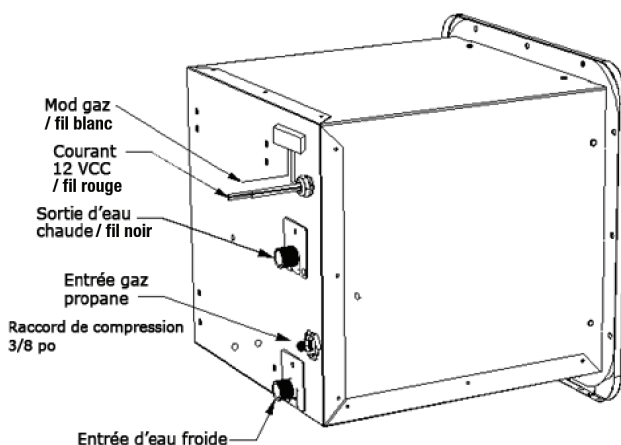

Figure 2
Insérer partiellement le chauffe-eau dans l'ouverture et raccorder les conduites d'eau chaude et froide aux raccords 1/2 po NPT appropriés. Les raccordements peuvent être faits à l'aide d'adaptateurs à écrou tournant PEX à filetage droit NPS et d'un joint étanche à cône. Les écrous tournants PEX ne requièrent qu'un serrage à la main. (Figure 2, page 26).
Raccorder le gaz au raccord à compression de gaz propane liquide de 3/8 po à l'arrière du chauffe-eau (Figure 2). **Utiliser deux clés pour serrer le raccord à compression et prévenir les dommages à l'unité.** Utiliser du calfeutrage supplémentaire au besoin pour créer un joint permanent entre la conduite de gaz et le boîtier.
- La longueur des fils externes, ceux qui s'étendent au-delà de la bride de cordon à l'arrière du boîtier (Figure 2), NE doit PAS être raccourcie pour aucune raison. Le fait de couper les fils empêchera le retrait du boîtier de contrôle lors des réparations ou des essais.